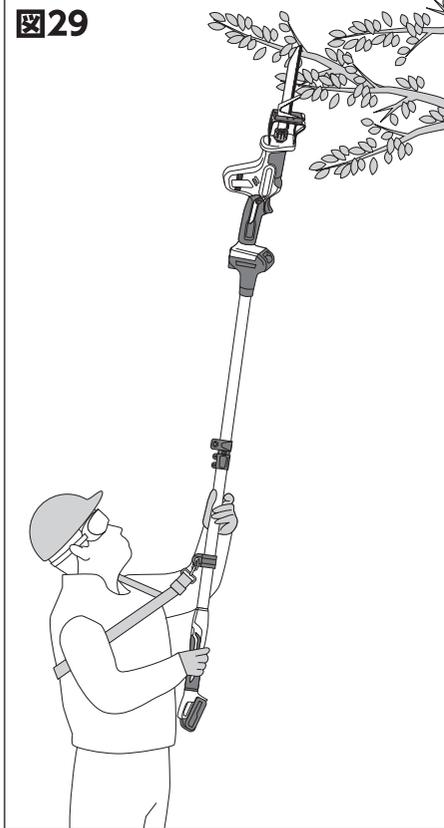

図29
- ①本体と伸縮ポールが安全金具で正しく取付けられているかご確認ください。
- ②枝切刃が確実に取付けられているかご確認ください。
- ③切断する枝の下に入り、伸縮ポールを取付けた本体をまっすぐ上に持ち上げます。(図29)